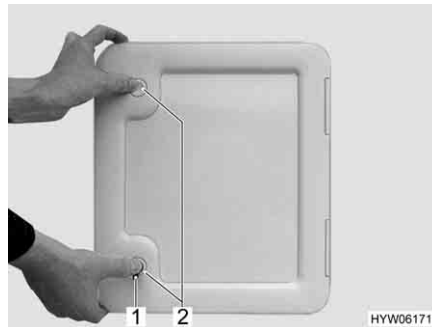

Fig. 15 Sportello per il serbatoio fecale
- Inserire la chiave nel cilindro della serratura a pressione (Fig. 15,1) e ruotare di un quarto di giro.
- Premere contemporaneamente con i pollici entrambe le serrature a pressione (Fig. 15,2) e aprire lo sportello del serbatoio fecale.
- Inserire la chiave nel cilindro della serratura (Fig. 15,1) e ruotare di un quarto di giro.